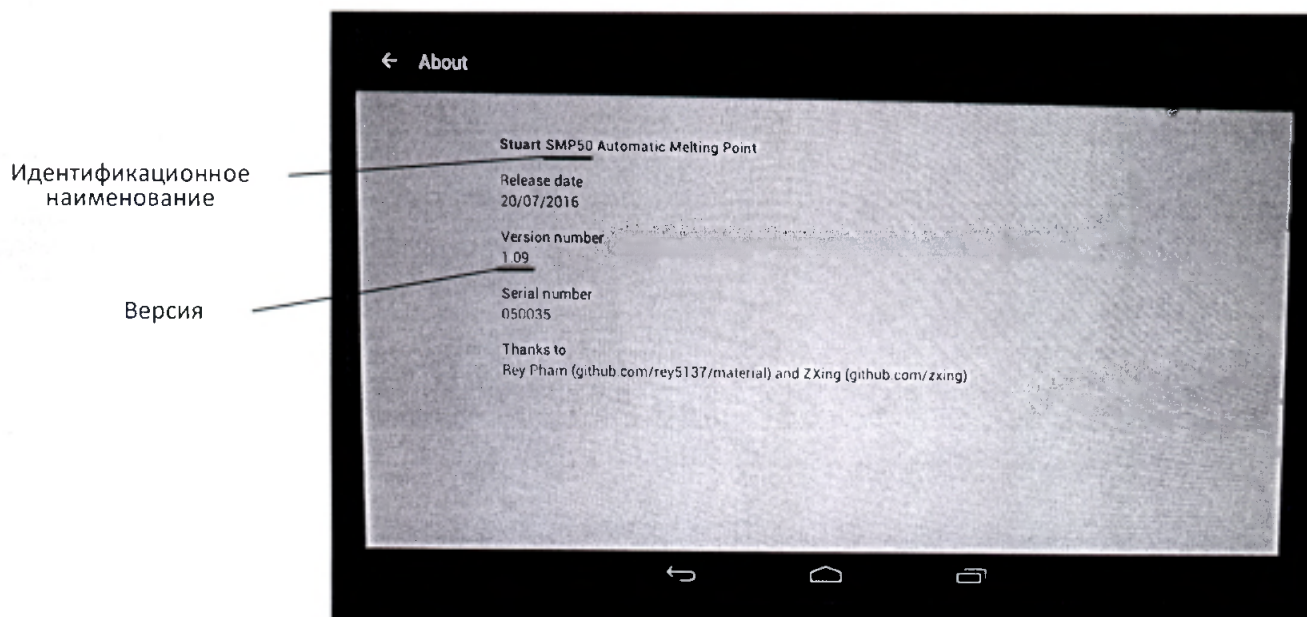

Рисунок 1. Данные о номере версии встроенного ПО приборов SMP50, SMP50/IQOQ (выделены подчеркиванием).
1) после загрузки рабочей программы прибора на главном экране коснитесь меню «Settings», затем – подраздела меню «About». На дисплее будет указана текущая версия ПО (рис.1).